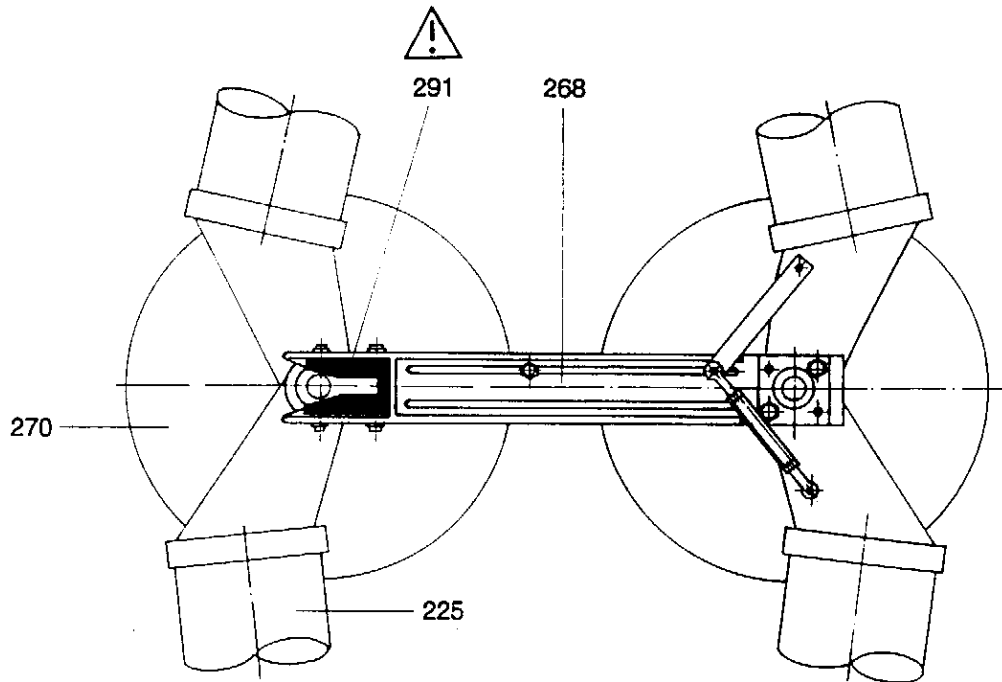
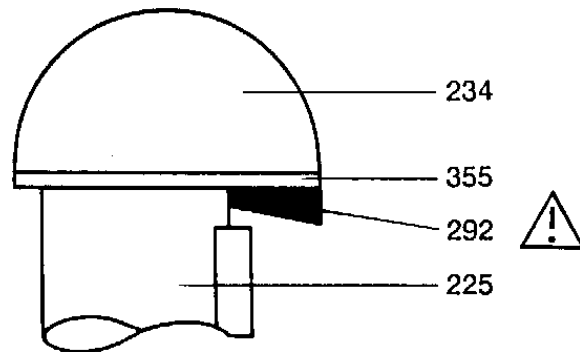

Bild 25
Bild 26
- 9.1.11 Der Dämpfungsgummi 291 in der Dämpfungseinrichtung 268 (Bild 25) und der Anschlaggummi 292 an den Anschlagplatten 355 (Bild 26) dürfen nicht gestrichen und nicht mit Lösungsmitteln behandelt werden.